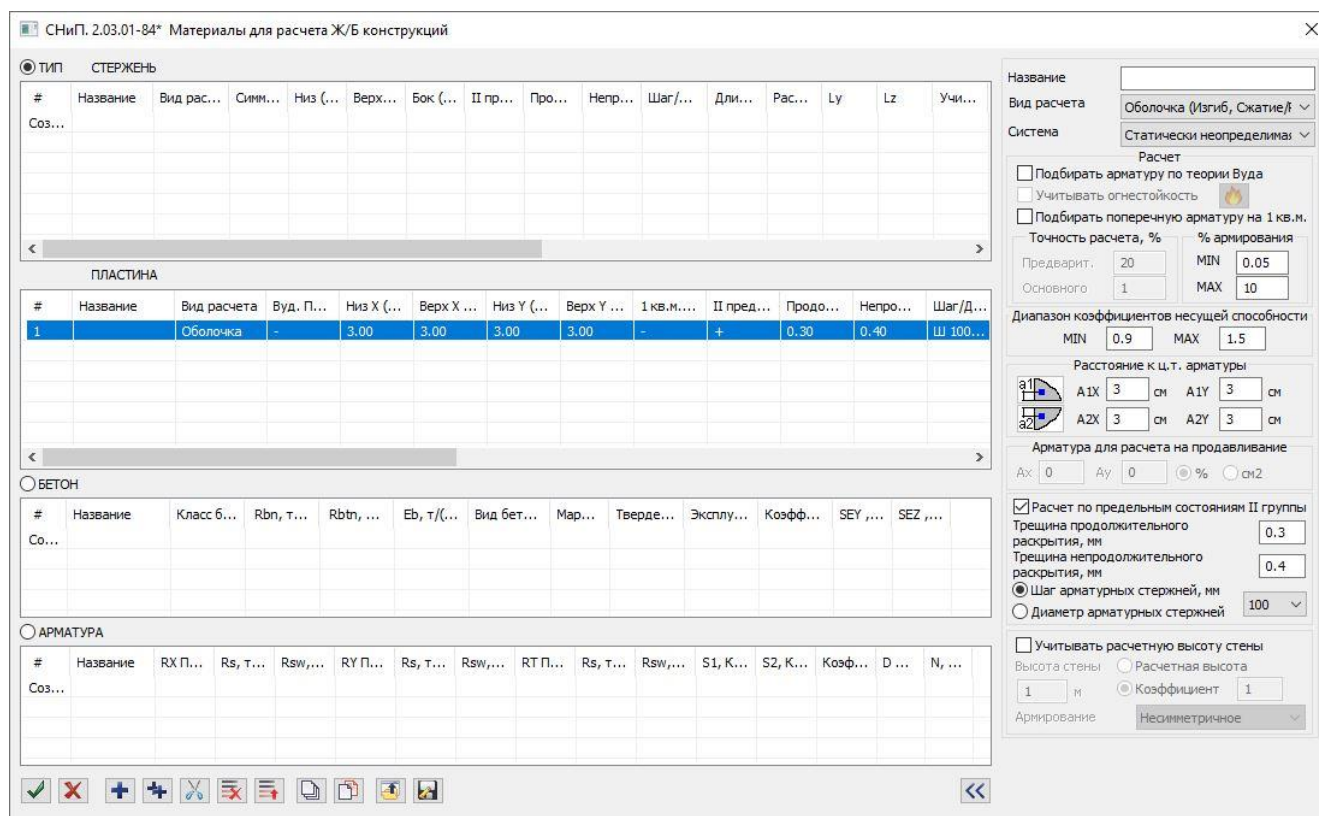

Рис.6.10. Диалоговое окно **Материалы для расчета Ж/Б конструкций**
- На экран выводится диалоговое окно **Материалы для расчета Ж/Б конструкций** (рис.6.10), в котором щелкните по первой строке в списке **ТИП: ПЛАСТИНА** и после этого в правой части окна задайте следующие параметры для пластинчатых элементов: